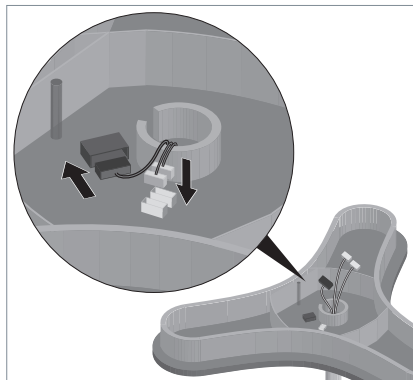

Fig. 7: Collegare la testa dell'apparecchio.
- ▶ Inserire il connettore grande ed i due connettori piccoli nelle prese idonee della testa dell'apparecchio, vedi Fig. 7.